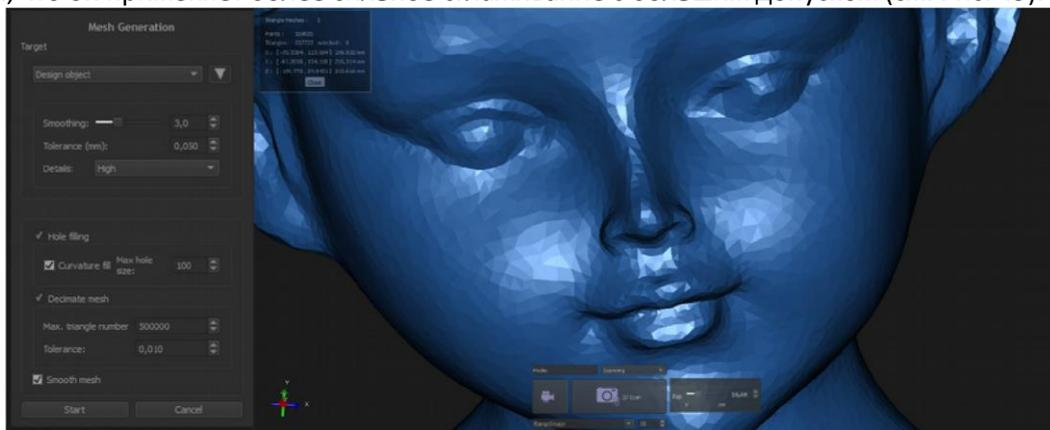

Рисунок 49: Профиль объекта проектирования на панели построения сетки и соответствующий результат.
*Объект проектирования* — параметр является тем же самым, что и «Технический объект» с той разницей, что он применяет более сильное сглаживание с большим допуском (см. Рис. 49).